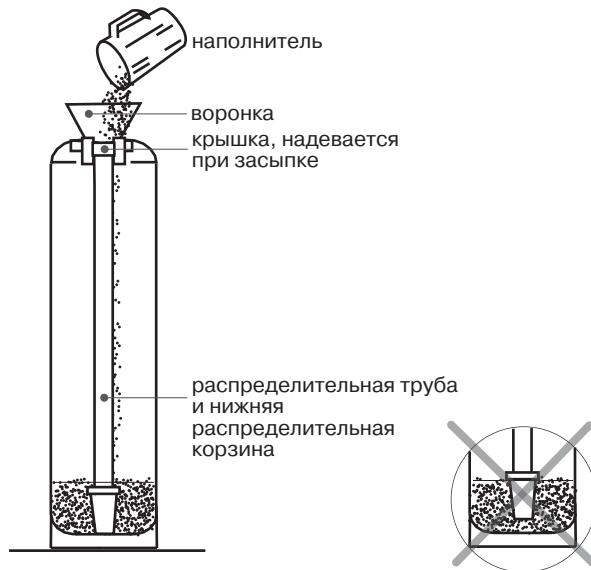

Рис. 2
11. Установите и отцентрируйте распределительную трубу с корзиной в корпусе установки (рис. 2, 3). Если в конструкции используется лучевая распределительная система, соберите ее внутри корпуса.